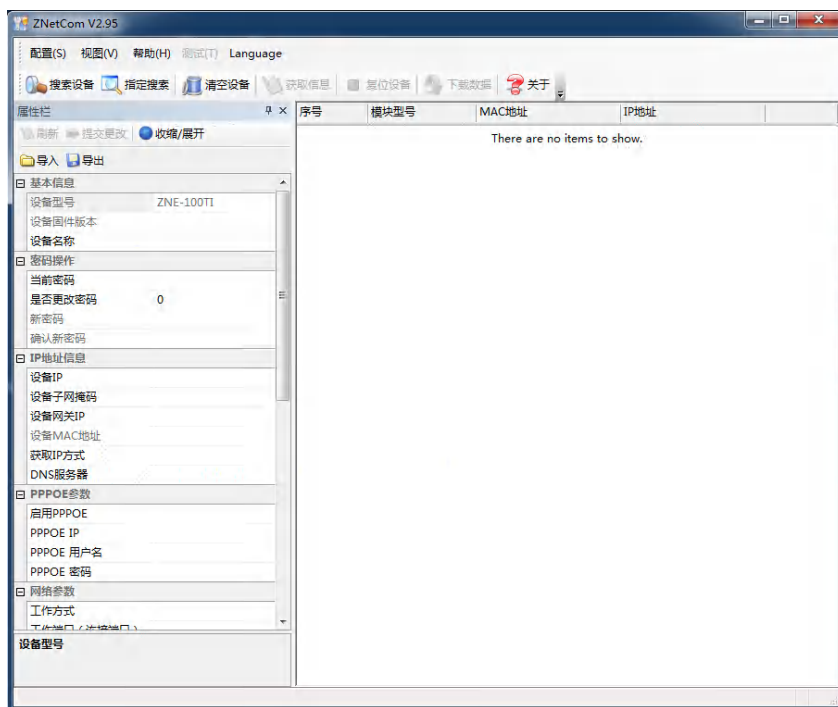

图 4.2 ZNetCom 软件运行界面
3. 双击运行 ZNetCom 软件（如果是 WIN7 以上系统，需要右击，以管理员身份运行），出现如图 4.2 所示界面。